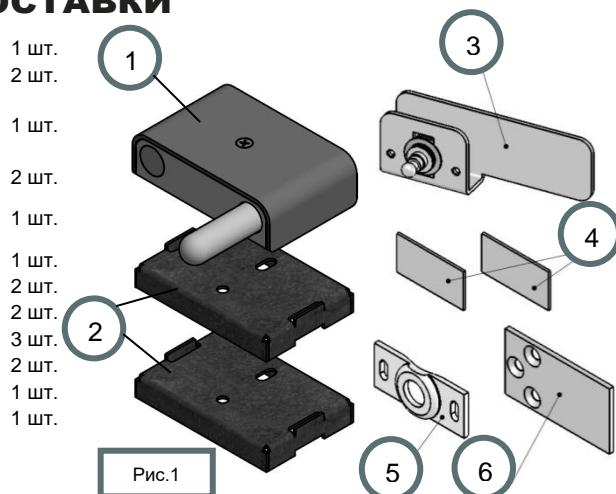
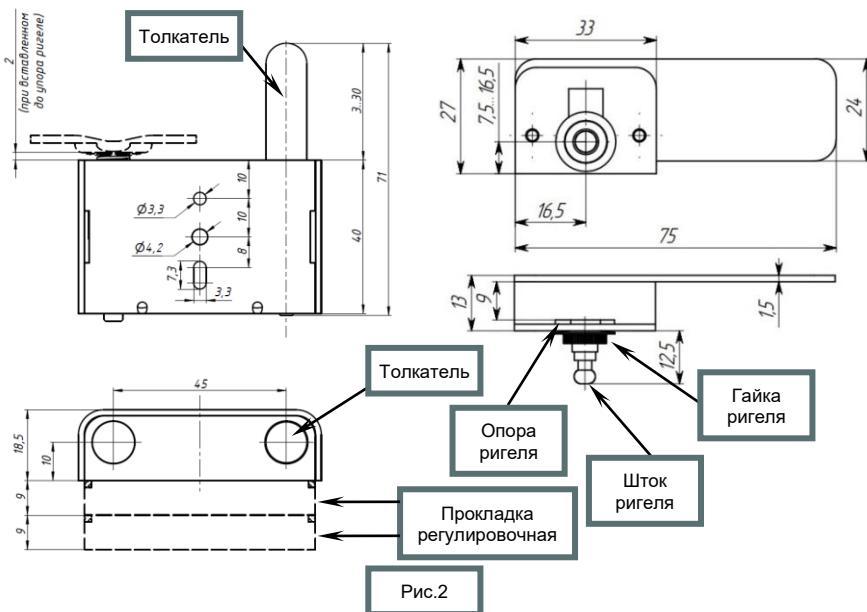

Рис.1
Рис.2
2. Оставив одну дверь открытой, вставьте ригель в замок 1 (рис.1) и закрепите замок на основании так, чтобы ригель входил в неё до упора.
3. Для регулировки высоты расположения замка 1 (рис.1) используйте регулировочные прокладки 2 (рис.1) – подложите одну или две прокладки под замок (см. рис. 2)